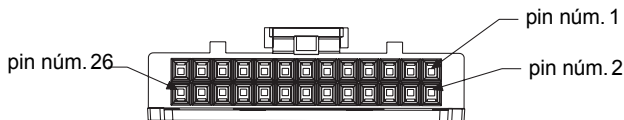
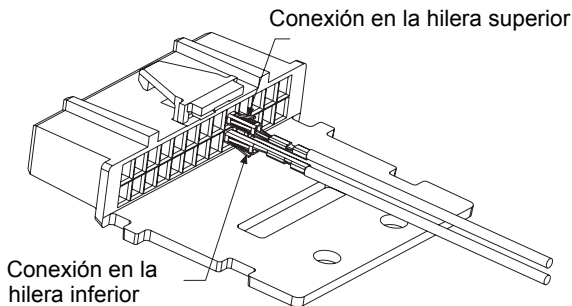

*Figure 1a* Elemento para aliviar tensiones del cable
*Figura 1b* Elemento opcional para aliviar tensiones
6. Pase los cables a través del conector, tal como se indica en la *Figure 1a*, o en el caso de aplicaciones con varios accesorios conectados a la radio móvil, pase los cables como se indica en la *Figura 1b* y utilice el precinto para sujetar los cables al conector después de completar el paso 7.